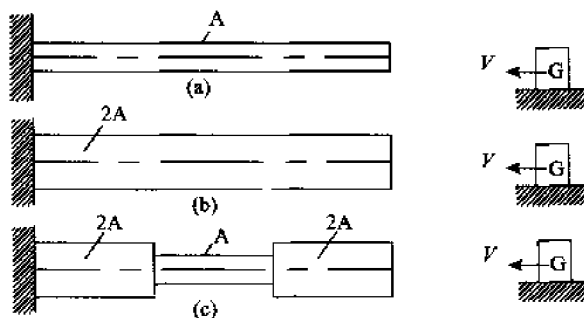

图 11-20
1. 如图 11-20 所示三杆材料相同,受到重量、速度相同的重物 G 的轴向冲击, (a) 杆冲击应力最小。()